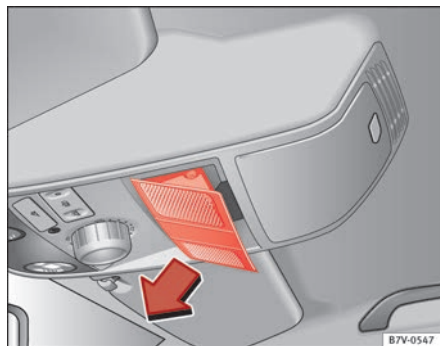

Fig. 193 No revestimento interior do tecto: Retire a cobertura.
- Retirar a cobertura no sentido da seta ⇒ Fig. 193.